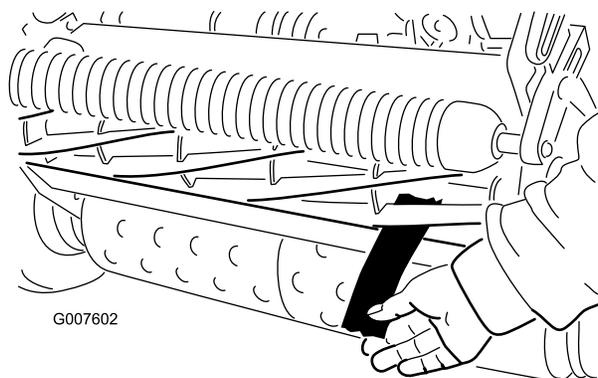

Figure 40
4. À une extrémité de l'avant du cylindre, insérez une longue bande de papier journal entre le cylindre et la contre-lame (Figure 40). Tournez le cylindre lentement en avant tout en tournant la vis de réglage de la barre d'appui dans le sens horaire (du même côté du cylindre), un cran à la fois, jusqu'à ce que le
6. Vérifiez ensuite si le cylindre peut saisir le morceau de papier inséré par l'avant et le couper lorsqu'il est inséré perpendiculairement à la contre-lame (Figure 40). Normalement, le papier doit être coupé avec un minimum de contact entre la contre-lame et les lames du cylindre. Si le cylindre semble frotter de façon excessive (plus de 0,79 Nm), rodez ou affûtez les lames pour obtenir les bords tranchants nécessaires à une tonte de précision (voir le manuel d'affûtage des cylindres Toro).